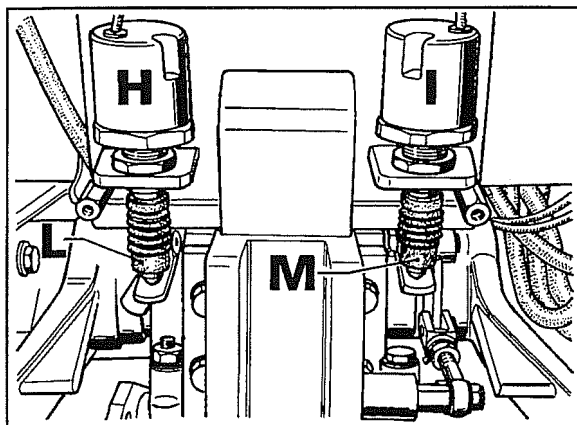

Fig. 47
1. Togliere la protezione posteriore applicata al supporto sedile al fine di scoprire i sensori con relativi leveraggi (vedi fig.47), di cui **H** è il sensore comando posizione e **I** il sensore comando sforzo.
3. Verificare che i puntali **L-M** si trovino a contatto con i relativi leveraggi e che la loro corsa si trovi all'incirca posizionata come in fig.47.
Il campo di lettura da 4,6 Kohm a 740 Ohm si ottiene con sollevatore tutto abbassato facendo fare manualmente tutta l'escursione ai puntali **L** e **M** (fig.47) dei sensori, rispettivamente da tutto fuori a tutto dentro.
Nota - Per permettere l'escursione del puntale **M**, occorre scollegare l'asta di collegamento tra attacco 3° punto e leveraggio comando sensore (vedi fig.47).